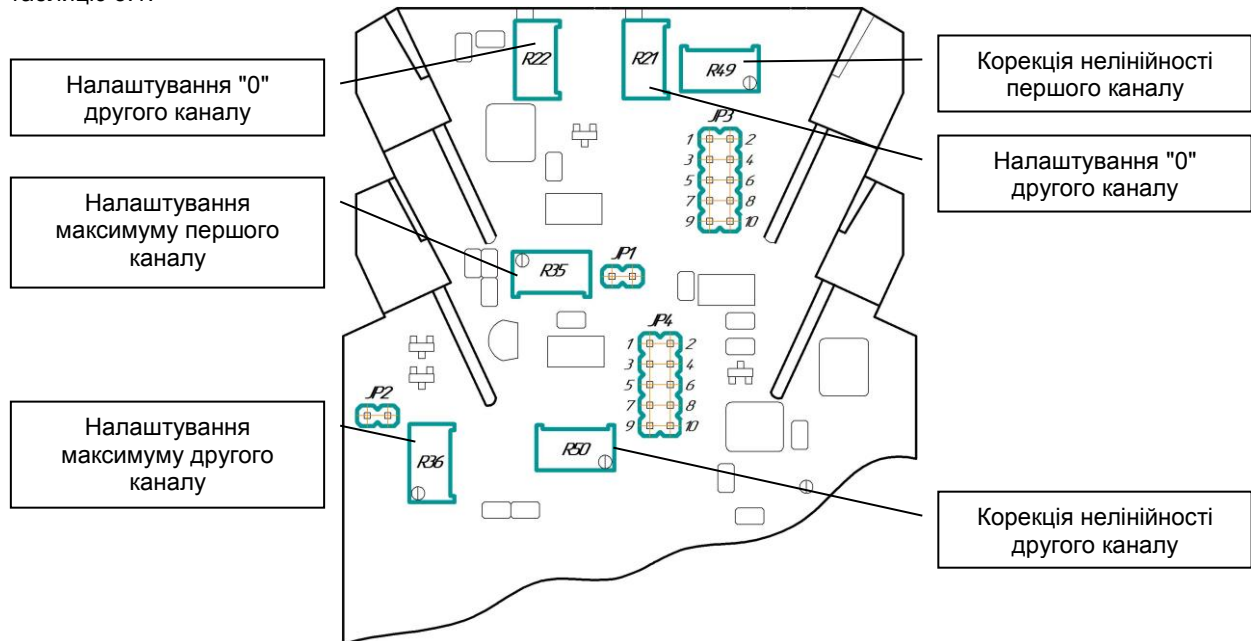

Рисунок 3.2- Розміщення блоків елементів налаштування перемичок вибору вхідних і вихідних сигналів
3.2.4 Для зміни налаштувань БПО-132 на інші вхідні / вихідні сигнали використовуйте рисунок 3.2 і таблицю 3.1.